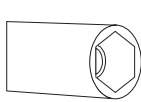

Figure 3
- 1. Veuillez utiliser un tournevis à tête spéciale pour retirer et installer le gicleur comme illustré dans. (figure 3)